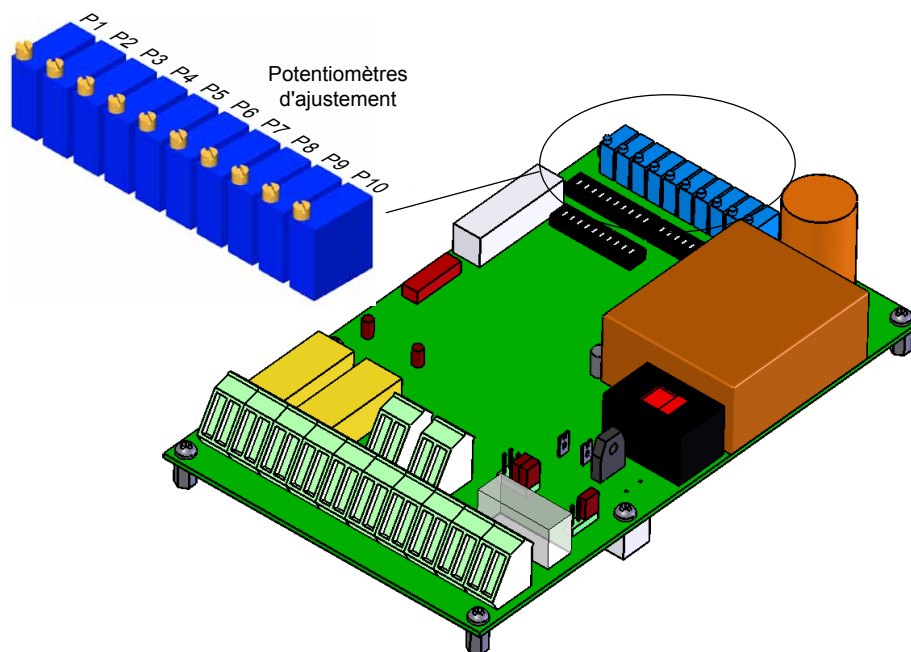

Figure 3-1 Emplacement des potentiomètres
2. Ajuster les potentiomètres P6, puis P7, pour obtenir 0 V ±10 mV sur le millivoltmètre. La *figure 3-1* montre où se trouvent les potentiomètres P1 à P10.
2. Ajuster le potentiomètre P8 pour obtenir la valeur initiale avec une précision de $\pm 50 \mu\text{A}$, par exemple $4 \text{ mA} \pm 50 \mu\text{A}$, sur le milliampèremètre. La *figure 3-1* montre où se trouve le potentiomètre P8.
5. Ajuster le potentiomètre P4 pour obtenir $U_{O/P \text{ connue}}$ avec une précision de $\pm 10 \text{ mV}$. La *figure 3-1* montre où se trouve le potentiomètre P4.
4. Ajuster le potentiomètre P10 pour obtenir $I_{O/P \text{ connu}}$ avec une précision de $\pm 50 \mu\text{A}$. La *figure 3-1* montre où se trouve le potentiomètre P10.
2. Ajuster le potentiomètre P9 pour obtenir $U_{OP level3}$ avec une précision de ± 20 mV. La *figure 3-1* montre où se situent les potentiomètres P1 à P10.